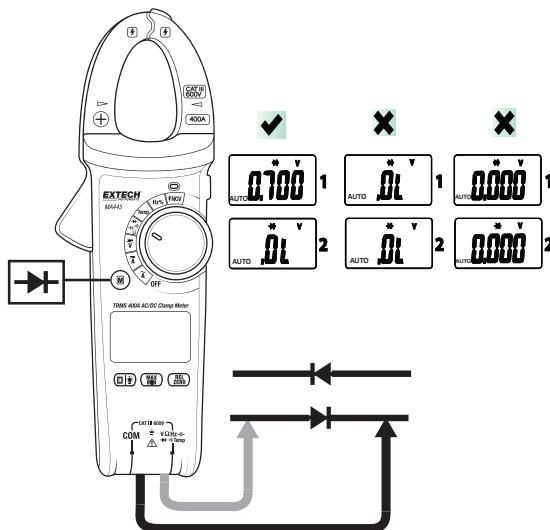

图 10 – 测试二极管
3. 将黑色测试引线香蕉插头插入负极 (COM) 插孔内, 并将红色测试引线香蕉插头插入正极 (V) 插孔内。请参阅图 10。